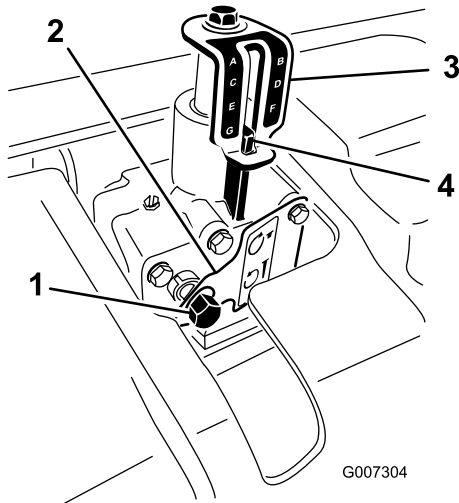

Figura 17
Ruotate l'albero di entrata del regolatore di profondità in senso orario (CW) per ridurre la profondità di arieggiatura oppure ruotatelo in senso antiorario (CCW) per aumentare la profondità di arieggiatura (Figura 17).